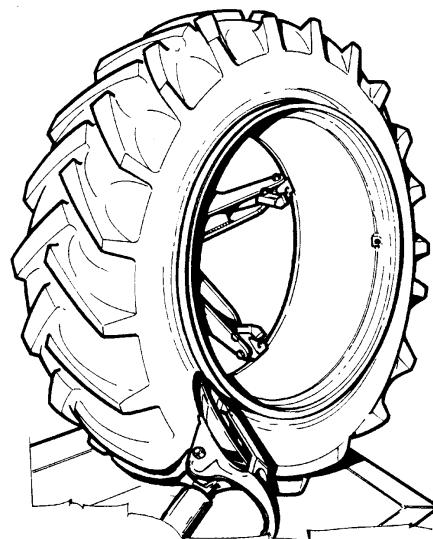

Рис.43
3. Демонтируйте внешний борт аналогичным образом, следя за тем, чтобы не повредить золотниковый шток (Рис. 43).